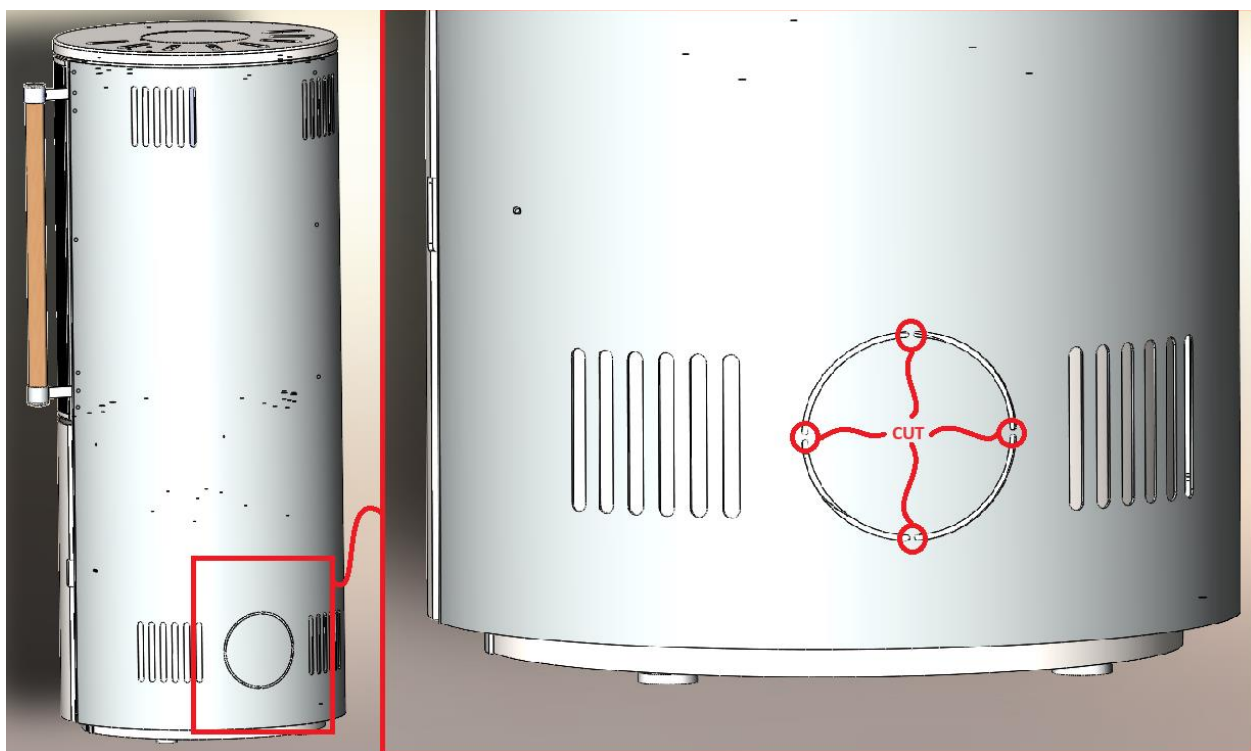

Figura 2 Înlocuirea capacului de la baza coșului de fum pentru conexiunea de aer exterior
3. Figura 2 Înlocuirea capacului de la baza coșului de fum pentru conexiunea de aer exterior	Pagină 6